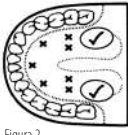

Figura 2
a) **Uso oral:** Coloque el termómetro bajo la lengua como indica la posición  mostrada en la Figura 2. Cierre la boca y respire uniformemente por la nariz para evitar que el aire inhalado/exhalado influya en la medición.